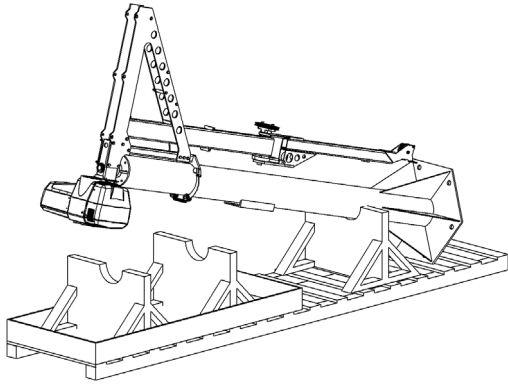

Fig. 2D. Rimozione del gruppo Easy Arm® dall'imballaggio.
- 2.4 Usando un dispositivo di sollevamento adatto, sollevare Easy Arm® fuori dalla scatola di imballaggio utilizzando gli anelli di sollevamento inclusi (**Fig. 2D e 2E**). Eseguire questa operazione solo quando si è pronti a installare il sistema.